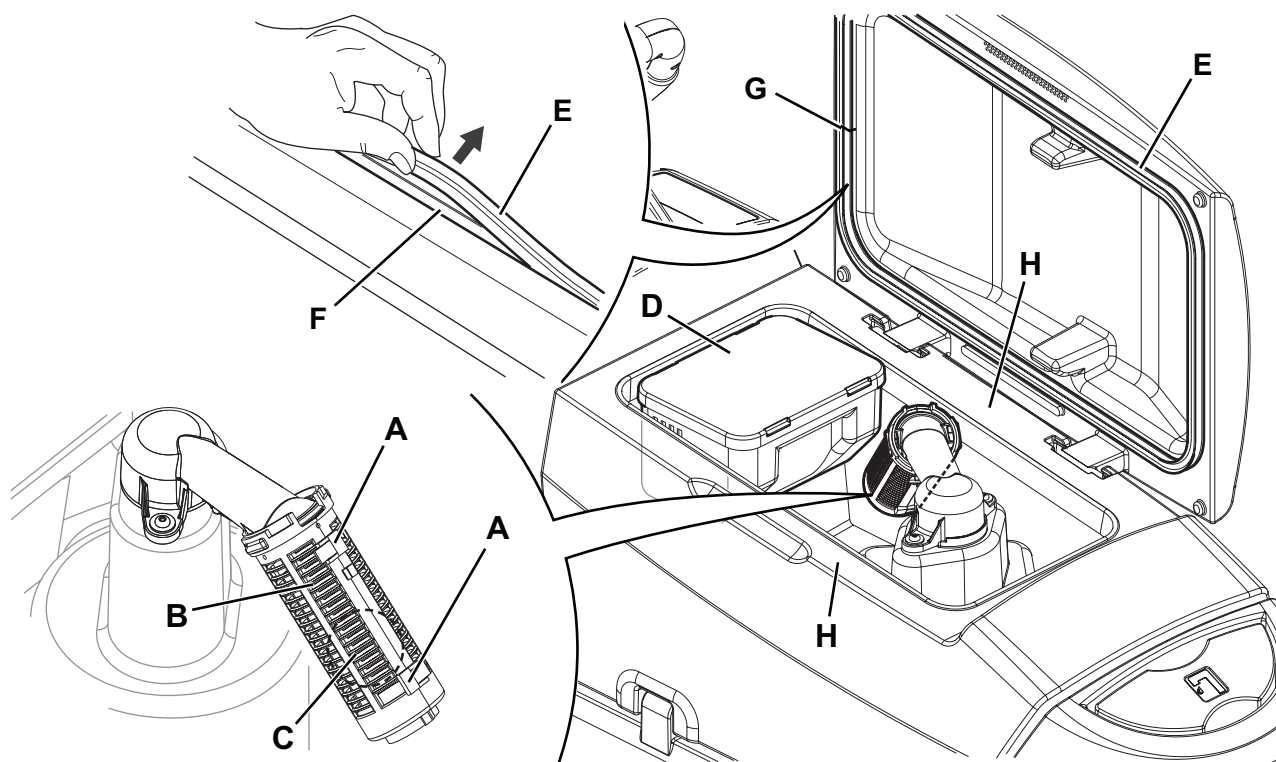

Abbildung 8
3. Durch das Ablaufrohr (12) das Wasser aus dem Tank ablassen.
4. Deckel (34) anheben.
5. Das Tankinnere (33) und den Deckel reinigen und mit sauberem Wasser waschen.
6. Sauggitter (31) reinigen, Haltevorrichtungen (A, Abb. 8) lösen, Gitter (B) öffnen und Schwimmer (C) entnehmen. Sorgfältig reinigen und wieder einbauen.
7. Den Schmutzfangkorb (D) ausbauen und dessen Deckel öffnen, dann sorgfältig reinigen und wieder am Ansaugrohr anbringen.
8. Die Unversehrtheit der Deckeldichtung (E) des Tanks prüfen.